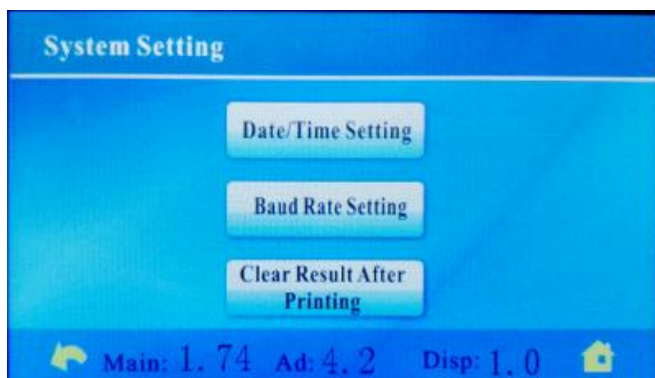

рис.12
I. System Setting (Системные настройки рис.12)
В нижней части окна отображаются версии ПО (рис.12):